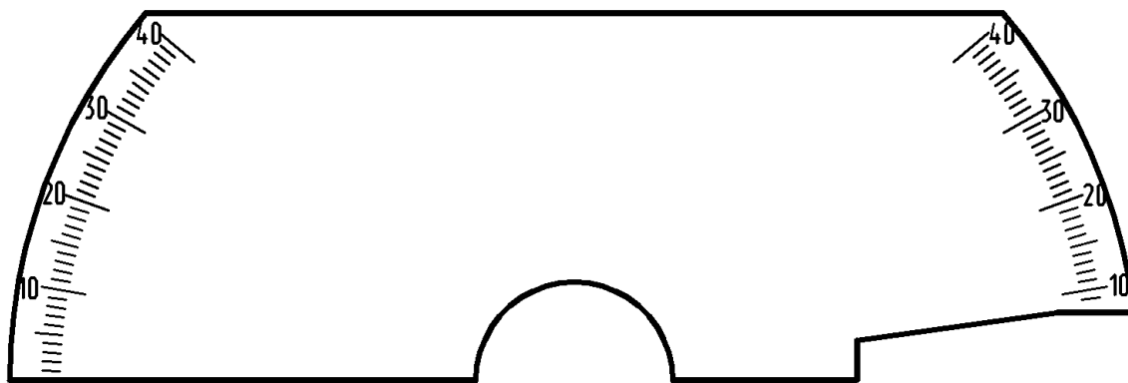

Рис. 2 «Сектор» 24-Ф-74784.001
1. Сектор – 24-Ф-74784.001 (рис. 2).